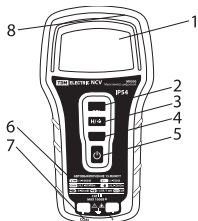

Рисунок 1. Элементы лицевой панели мультиметра
5.8. Для сохранения на дисплее последних показаний необходимо кратковременно нажать на кнопку «H/⚡» (рисунок 1). Для продолжения измерений необходимо нажать на кнопку «H/⚡» повторно.
5.9. Для включения подсветки дисплея в условиях недостаточной освещенности необходимо в течение нескольких секунд удерживать кнопку «H/⚡» (рисунок 1). Для выключения подсветки необходимо снова на несколько секунд нажать на кнопку «H/⚡».